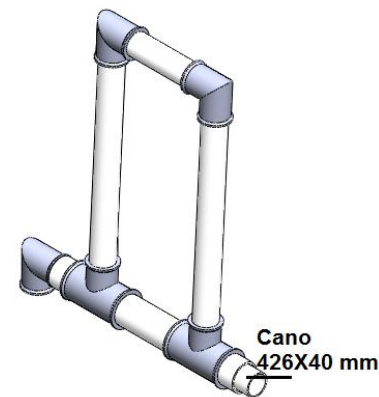

Figura 22. Montagem dos módulos – Módulo 4 – Passo 6
- Passo 6: Coloque o módulo 3 (Encosto) no cano 426X40 mm do passo 2, como mostrado na figura 22 (1 unidade);